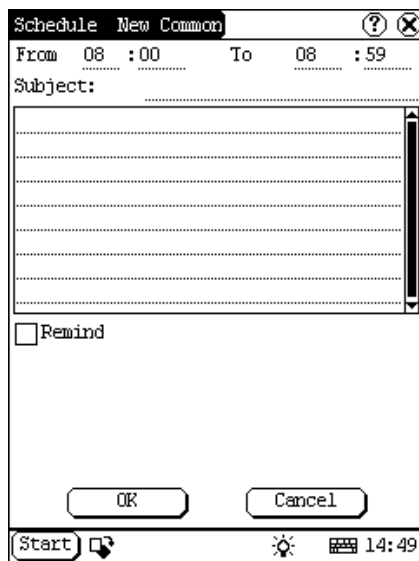

Abb. 4-31
- 3) Wenn der ausgewählte Zyklus 'Täglich', 'Wochentlich', 'Monatlich' oder 'Jährlich' ist, können Sie die Wiederholungszeit in dem Textfeld auf dem Interface unten eingeben. Siehe Abb. 4-31.